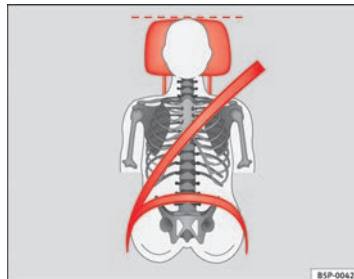
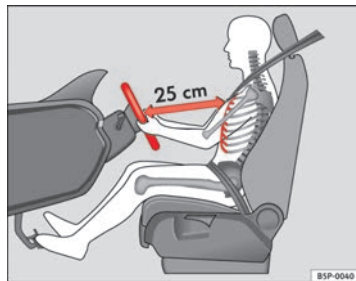

Fig. 29 Faixa do cinto de segurança e encosto de cabeça com ajuste correcto.
Fig. 28 Distância correcta entre o condutor e o volante.
- Ajuste o banco de modo a que o volante fique no mínimo a 25 cm do tórax ⇒ Fig. 28 e de forma a que possa segurar nele lateralmente pela parte exterior com as duas mãos e com os braços ligeiramente flectidos.
- Ajuste o banco do condutor longitudinalmente de forma a que possa pisar a fundo os pedais com as pernas ligeiramente flectidas e a que os joelhos fiquem no mínimo a 10 cm do painel de instrumentos ⇒ Fig. 28.
- Ajuste o encosto de cabeça de modo a que o rebordo superior do encosto fique, na medida do possível, à altura da parte superior da cabeça, e nunca abaixo dos olhos. Mantenha a nuca o mais próximo possível do encosto de cabeça ⇒ Fig. 28 e ⇒ Fig. 29.
Ajuste a distância correcta entre o condutor e o volante ⇒ Fig. 28 com a ajuda dos comandos que se encontram no banco do condutor ⇒ Página 51.